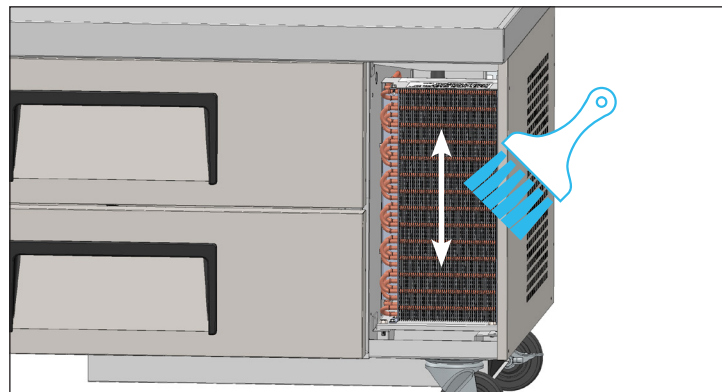

Рис. 2. Никогда не проводите щеткой поперек ребер змеевика.
3. При помощи щетки с жесткой щетиной осторожно удалите скопившуюся грязь с передних ребер змеевика конденсатора. См. рис. 2.